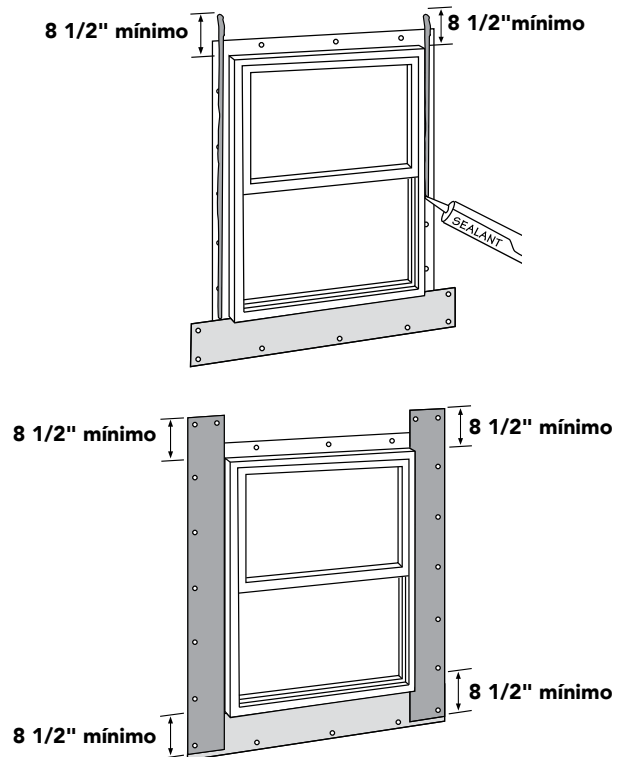

Figura 29
- Coloque un hilo continuo de sellador a los bridas de clavado de hastial de modo que cubra los clavos y las ranuras de clavado. Continúe con el hilo de sellador en los hastiales verticalmente hasta por lo menos 8 1/2" (216 mm) por encima del dintel de la ventana para permitir colocar el hilo de sellador en la porción superior del tapajuntas del hastial en el sellado del paso siguiente. Instale el tapajuntas del hastial oprimiéndolo en el hilo de sellador de los hastiales de la ventana. Extienda el borde inferior del tapajuntas del hastial aproximadamente a 1/2" (12.7 mm) antes del extremo del antepecho del tapajuntas y extienda el extremo superior aproximadamente 8 1/2" (216 mm) sobresaliendo del dintel de la ventana, donde a continuación se colocará el tapajuntas del dintel. Sujete el tapajuntas del hastial en los bordes más alejados de la ventana (Figura 29).